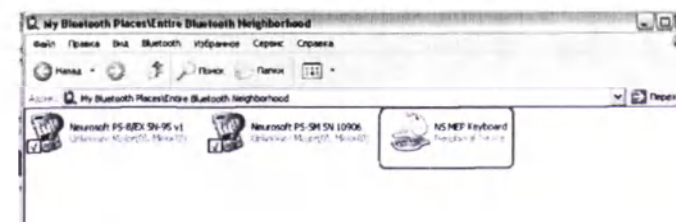

Рис. 17
4. Выберите значок «NS MEP Keyboard» в списке имен найденных устройств (рис. 17).